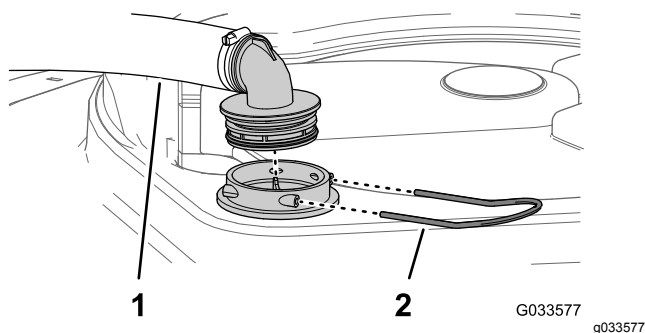

Bild 76
2. Nehmen Sie oben am Behälter des Sprühfahrzeugs den Halter ab, mit dem das Schlauchanschlussstück befestigt ist, das am dicken Schlauch und dem Siebgehäuse angeschlossen ist (Bild 76).
3. Nehmen Sie den Schlauch und das Schlauchanschlussstück vom Siebgehäuse ab (Bild 76).